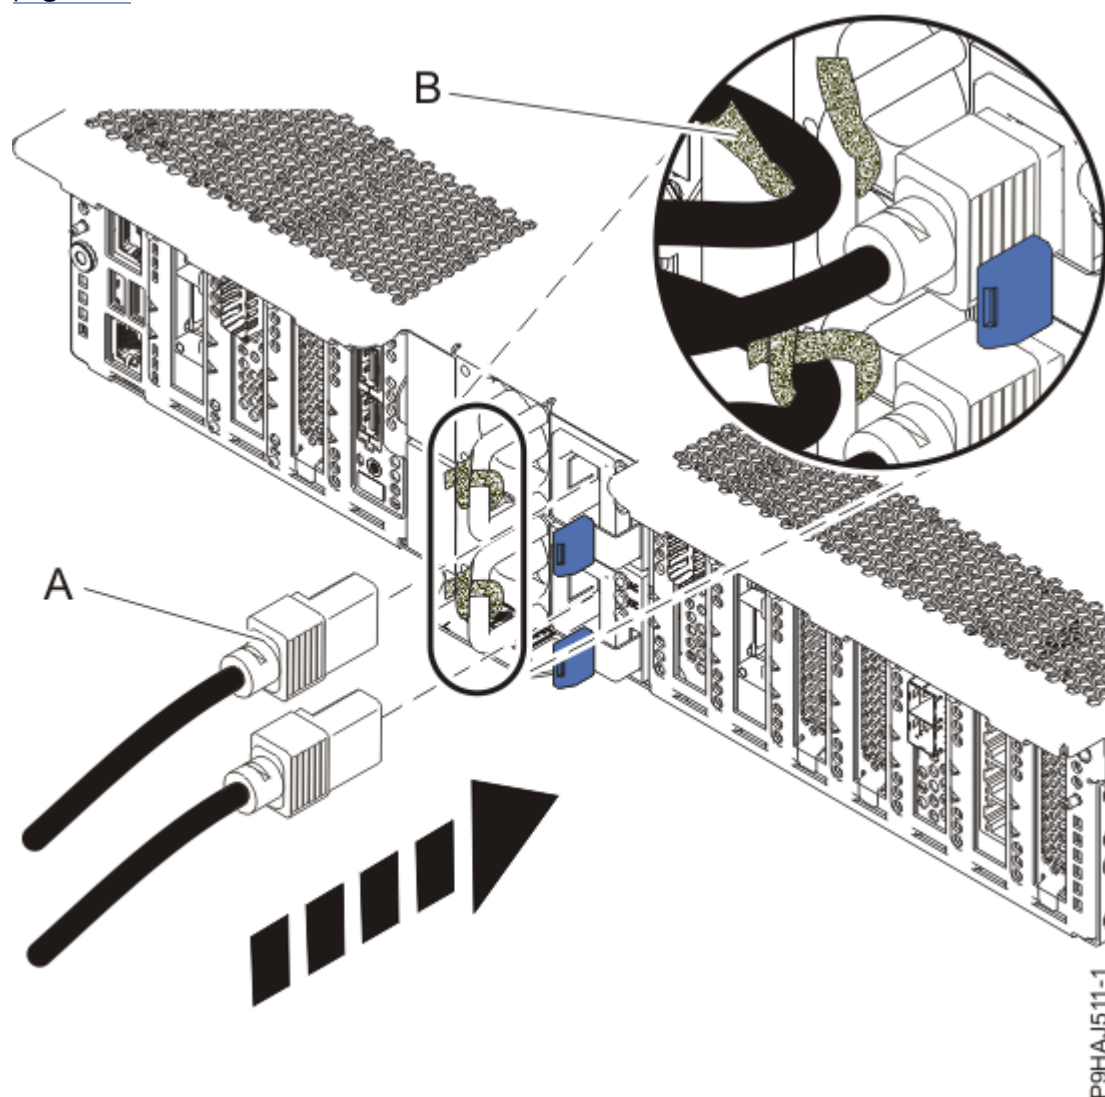

Figura 8. Connexió dels cables d'alimentació
3. Mitjançant les etiquetes, torneu a connectar els cables d'alimentació **(A)** a la unitat del sistema. Colleu els cables d'alimentació al sistema utilitzant les brides, **(B)**, tal com es mostra a la Figura 8 a la pàgina 13.